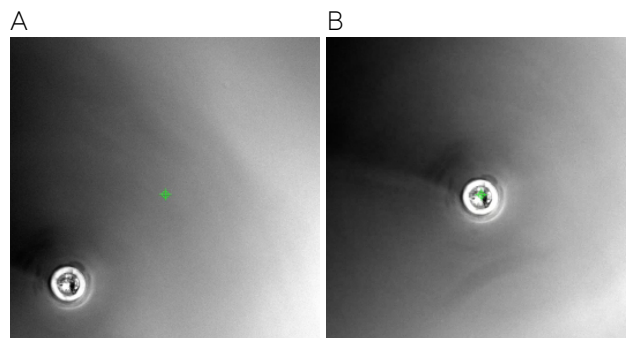

図4. 画像認識に基づくキャピラリー自動補正: (A) 長時間ピッキング時のキャピラリードリフト (B) 補正後のキャピラリー位置
- 画像認識に基づくリアルタイムのキャピラリー調整により、ピッキング精度および効率を向上させ、細胞株開発ワークフロー中に発生するピッキング偏差を補正します(図4)。